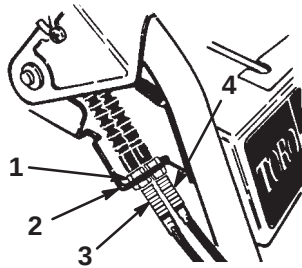

Bild 28
1. Lösen Sie die obere Klemmmutter, mit der das Antriebskabel an der Befestigungshalterung befestigt ist (Bild 28).
2. Drehen Sie die untere Klemmmutter nach oben, um die Riemenspannung zu erhöhen (Bild 28).
- A. Lösen Sie die obere Klemmmutter, mit der das Kabel der Räumerschnecke bzw. des Gebläserads an der Befestigungshalterung befestigt ist (Bild 28).